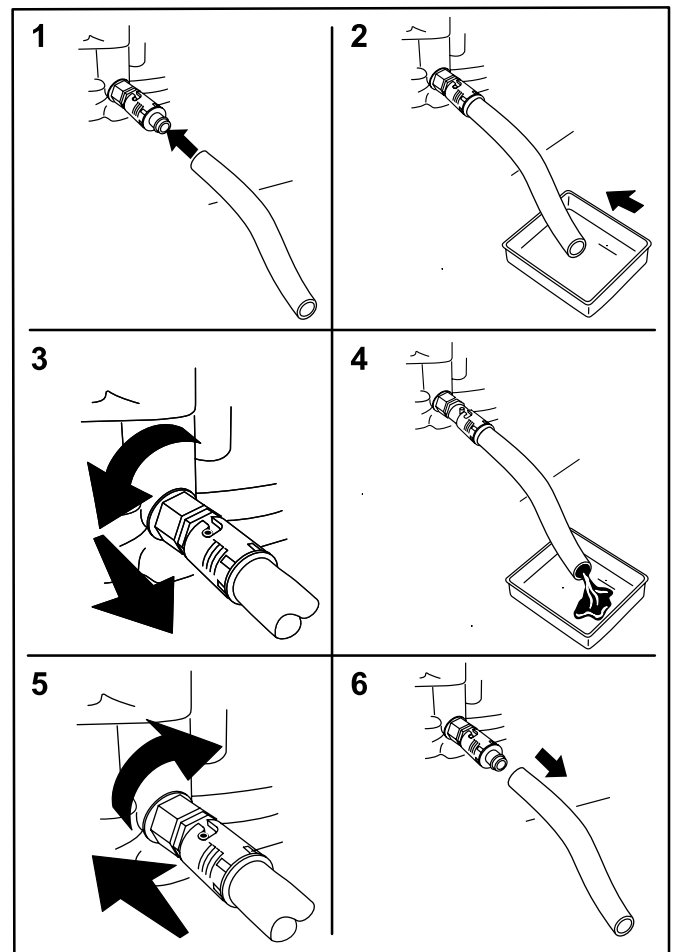

Figura 28
4. Instale o tubo de drenagem na válvula de drenagem de óleo (Figura 28).
5. Coloque a outra extremidade do tubo num recipiente adequado para óleo (Figura 28).
6. Rode a válvula de drenagem de óleo 1/4 de volta no sentido contrário ao dos ponteiros do relógio para começar a drenar o óleo (Figura 28).
7. Quando todo o óleo tiver sido drenado, rode a válvula de drenagem de óleo 1/4 de volta no sentido dos ponteiros do relógio para fechar a válvula (Figura 28).